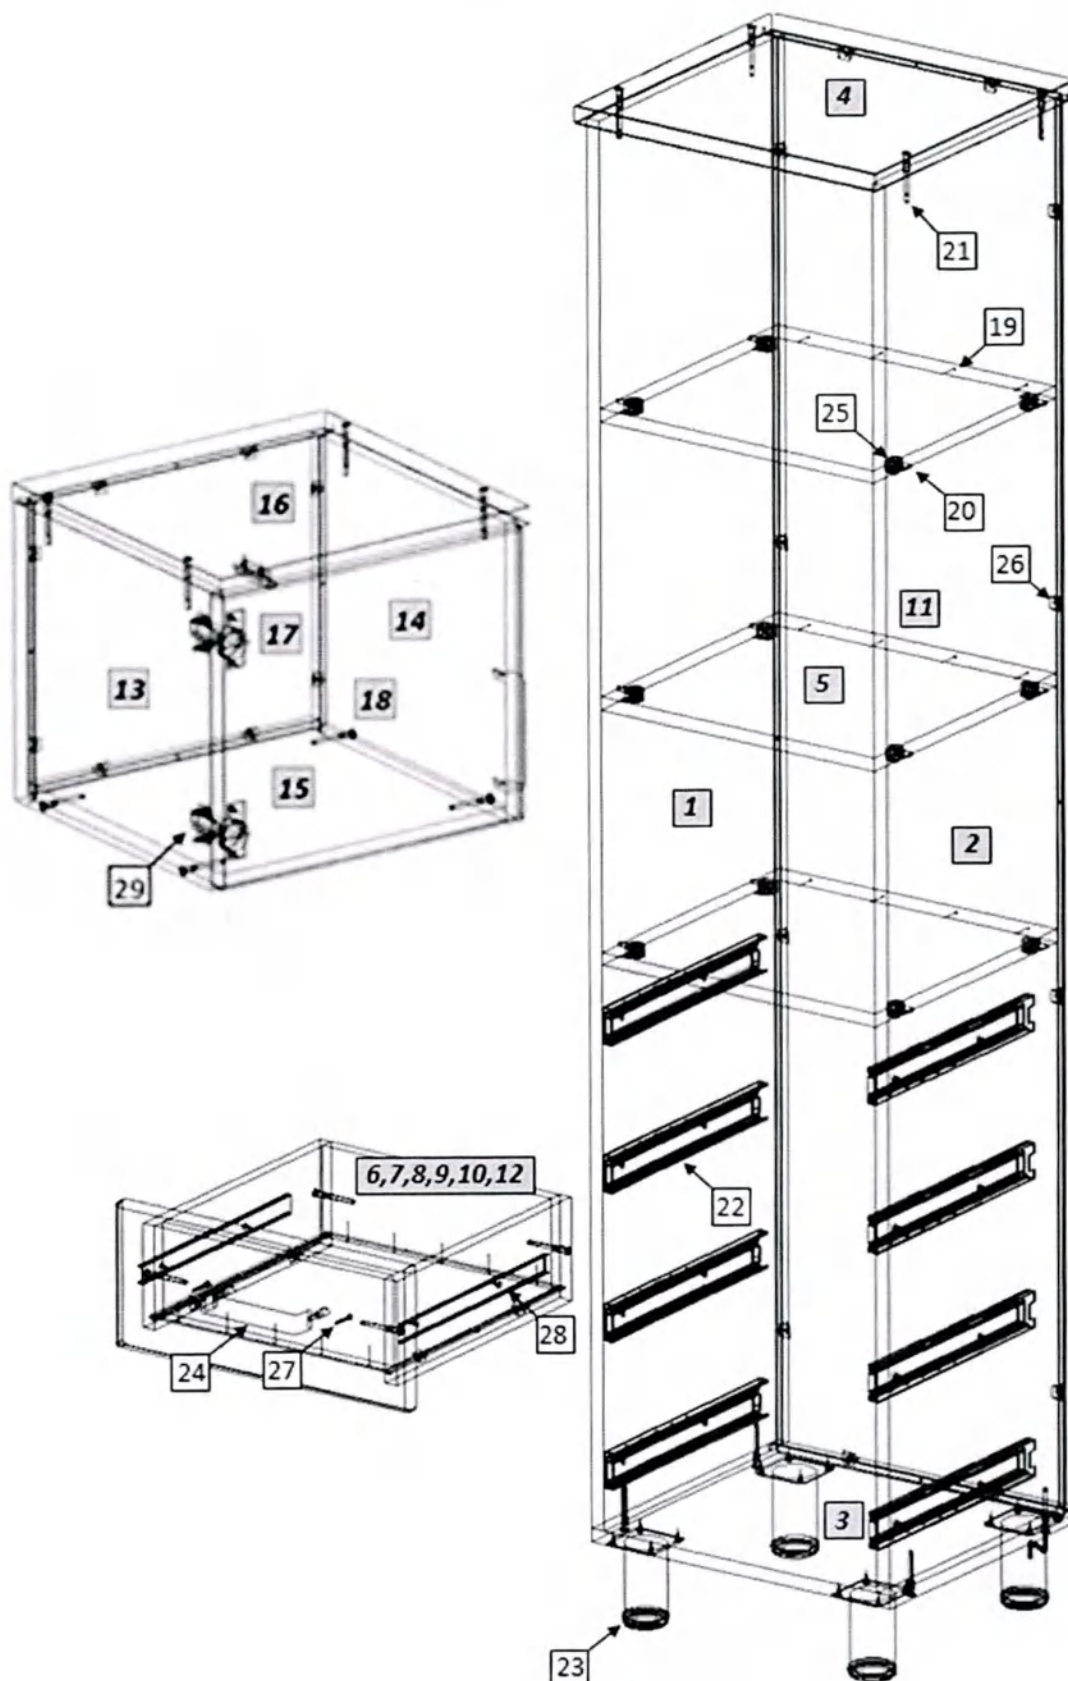

Рис. 1
1. Внимательно ознакомьтесь со схемой сборки, изображённой на рис. 1, сверяясь со спецификацией на изделие. Согласно схеме и спецификации определите расположение деталей в изделии и порядок их сборки. Сборка производится на ровном полу, укрытом материалом, предотвращающим повреждение покрытия пола и деталей мебели. Подготовьте необходимые для сборки инструменты – плоскую и крестовую отвёртки, молоток, рулетку или линейку.
2. На боковых стенках (1,2) установите ввинчиваемые дюбели эксцентриковых стяжек (14). На боковых стенках (1,2) шурупами 4×16 (22) закрепите направляющие (16). На горизонтальных стенках (5) установите эксцентриковые стяжки (19). Евровинтами (15) соедините боковые стенки (1,2) с горизонтальной нижней стенкой (3) и крышкой (4), установив в пазы заднюю стенку (11). Закрепите задние стенки в пазах уголками (20). Установите и закрепите горизонтальные стенки (5), гвоздями (13) зафиксируйте к ним задние стенки. На горизонтальной нижней стенке (3) шурупами (22) закрепите опоры (17).
3. Сборка ящиков. Евровинтами (15) соедините боковые стенки ящика (6,7) с задней (8) и передней (9) стенками. Дно ящика (10) установите в пазы и закрепите к задней и передней стенке гвоздями (13), к боковым стенкам – уголками (20). Шурупами 4×16 (22) закрепите узкие части направляющих (16). Шурупами 3.5×30 (21) закрепите фасад (12) к передней стенке ящика (9). Установите ручку (18). Установите собранные ящики в корпус шкафа.